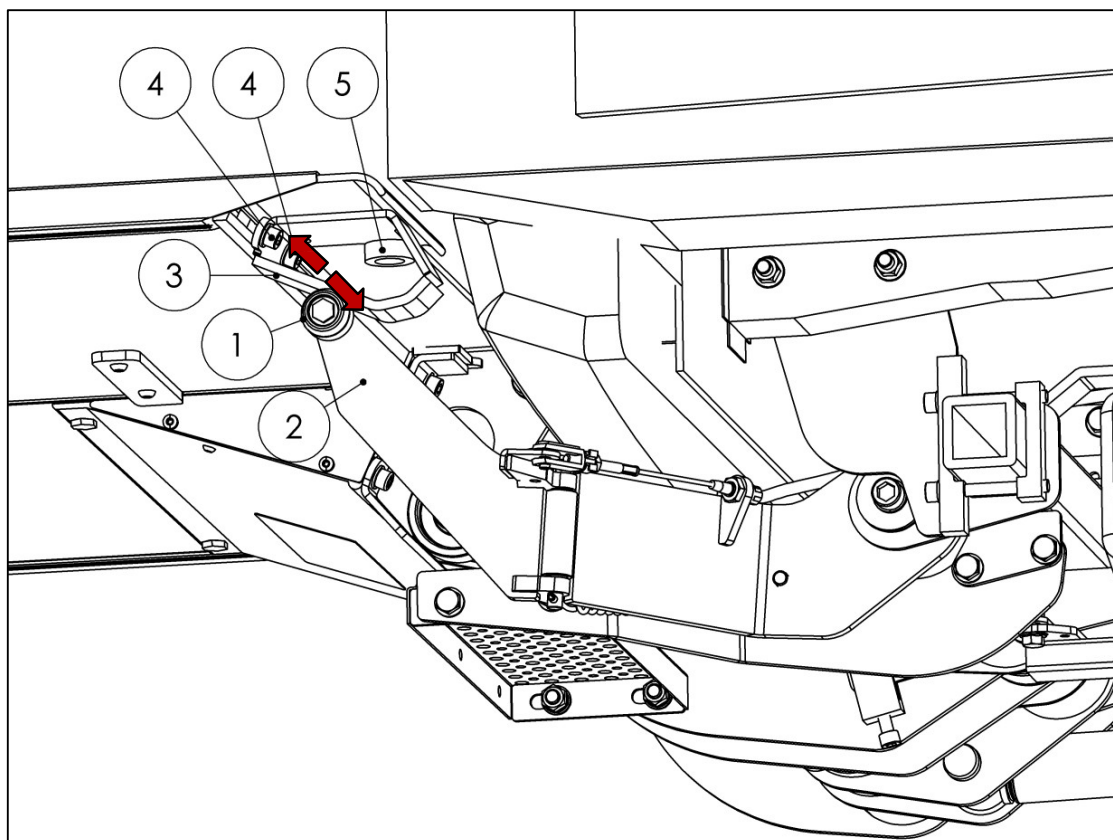

Fig. 80
**IMPORTANTE:** El rodillo (1) del brazo de soporte (2) debe permanecer contra el tope (3) durante todo el proceso de elevación. Si es necesario, afloje el tope (3) y muévelo ligeramente aflojando 2 tornillos de cabeza cilíndrica (4). Al mismo tiempo, el tope (3) no debe desplazarse demasiado. Cuando la plataforma está doblada, el espaciador de plástico (5) debe mantener la plataforma en su lugar (ver Fig. 80).